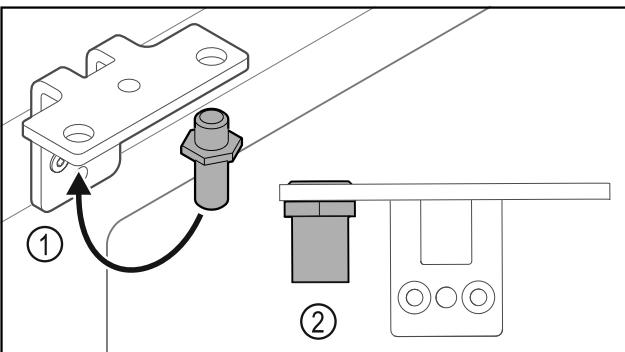

Fig. 35
- ▶ Перемістити палець Fig. 35 (1) у шарнірному кутику.
- ▶ Затягнути палець Fig. 35 (2) з **обертальним моментом 12 Нм.**